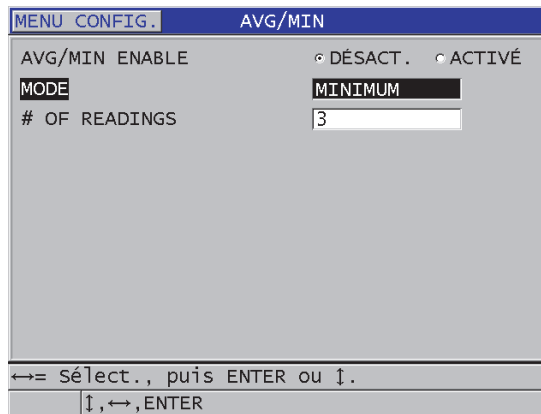

Figure 10-16 Ouverture de la boîte de dialogue de mesure moyenne ou minimale
3. Dans l'écran **AVG/MIN** (Figure 10-16 à la page 183), faites ce qui suit :